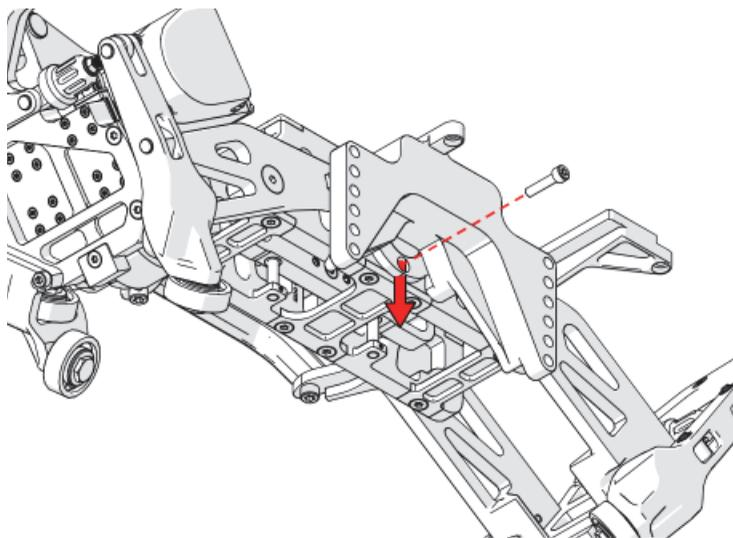

Figure 2-7 Retrait de l'extracteur de roue et de sa vis
- À l'aide d'un tournevis Torx T25, retirez la vis de l'extracteur de roue (Figure 2-7 à la page 96).
- Retirez l'extracteur de roue du chariot moteur (Figure 2-7 à la page 96).